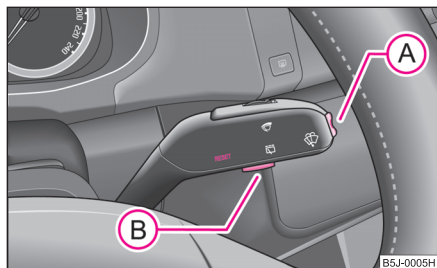

Fig. 10 Display-ul cu informații: Elementele de comandă
- Meniul se activează prin apăsarea tastei basculante (A) ⇒ fig. 10 mai mult de 1 secundă.
- De la tasta basculantă (A) puteți selecta diferitele meniuri. După o scurtă apăsare a tastei (B) sau după eliberarea tastei basculante (A) (după cca 4 secunde) informația selectată se va afișa.